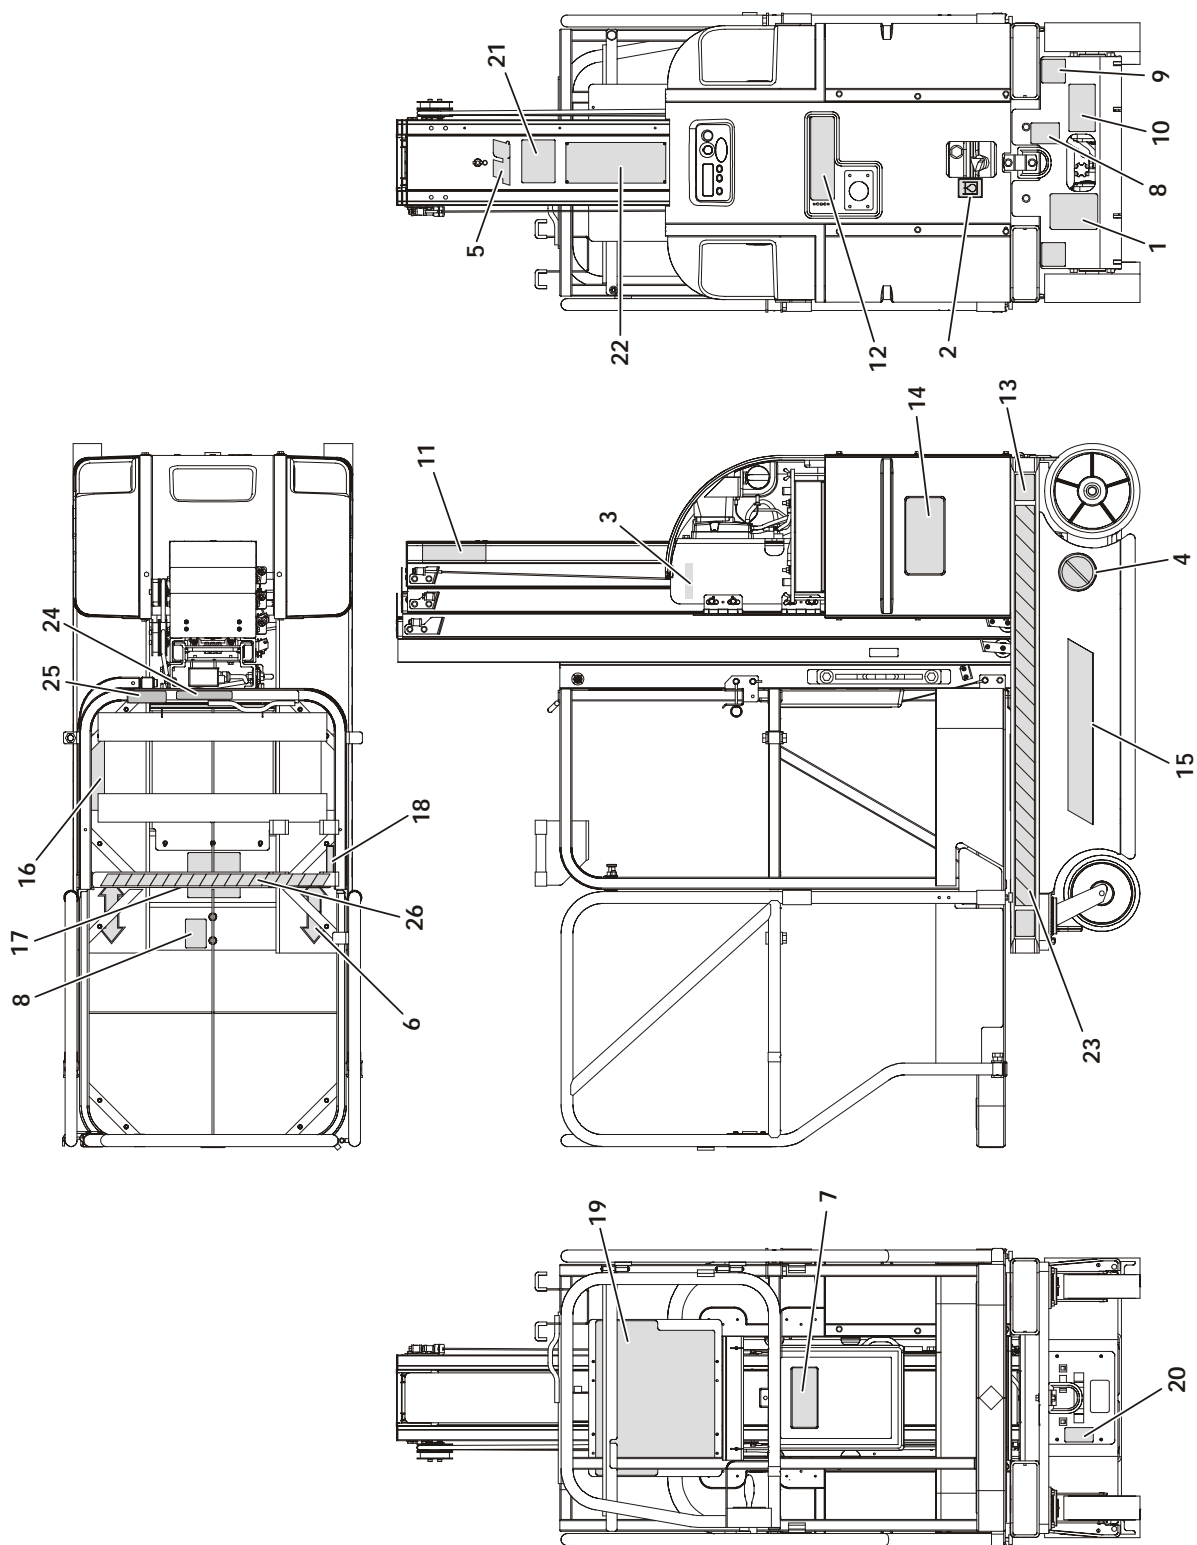

Figura 3-13. Schema di applicazione degli adesivi per DVSP - (vedi Tabella 3-6 per i dati tecnici)
**Tabella 3-6. DVSP - Schema di applicazione degli adesivi (vedi Figura 3-13.)**